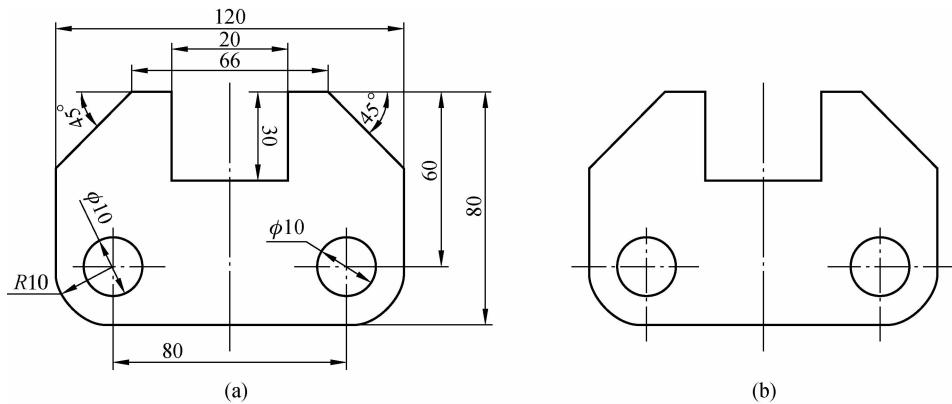

图 1-1-16
1. 图 1-1-16(a) 中尺寸标注有错误,请在图 1-1-16(b) 上正确标注尺寸。